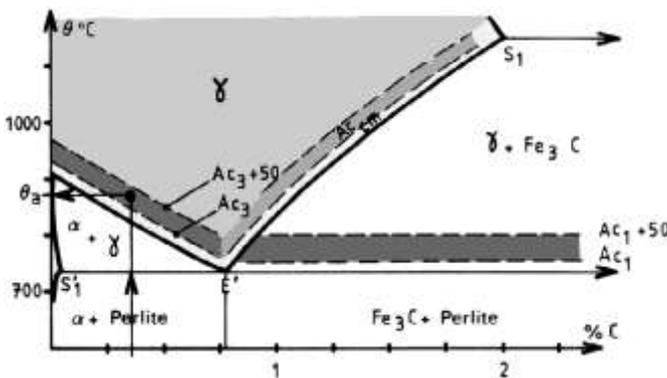

Figure 1 : bandes d'austénitisation des aciers.
- 1) On **chauffe** la pièce à une température θ_t (appelée température de trempe), afin d'amener l'alliage à un état austénitique (*voir bandes d'austénisation Fig.1 page suivante*)
Etape 1 d'un durcissement par trempe austénitique : **chauffer la pièce** à une température θ_t (appelée température de trempe), afin d'amener l'alliage à un état austénitique (voir bandes d'austénitisation Fig.1).
Température de chauffe (voir figure 1):